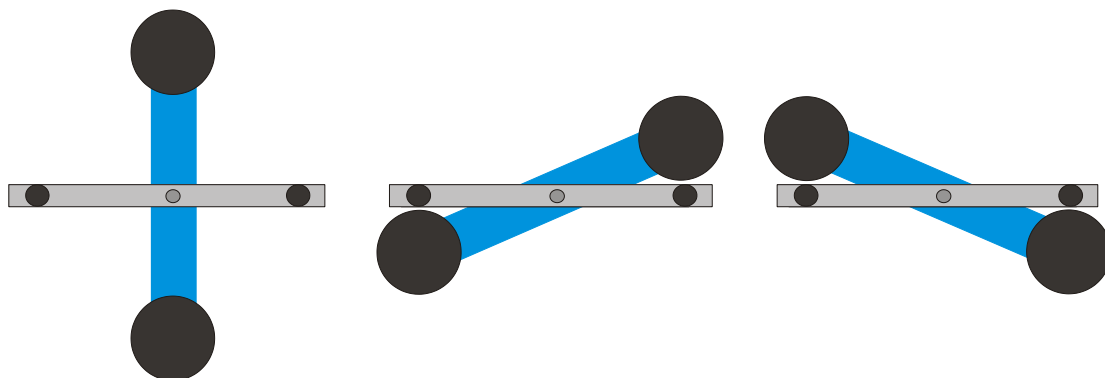

Fig. 6 Posições do travessão de suporte externo (Visto de em cima. Esquerda: posição 1 centro: posição 2, direita: posição 3)
- Colocar as esferas de chumbo grandes sobre o travessão de suporte externo na posição 1 (ver Fig. 6) e esperar, até que as oscilações cheguem ao repouso (observação do indicador de luz). Em caso necessário calibrar o ponto zero.